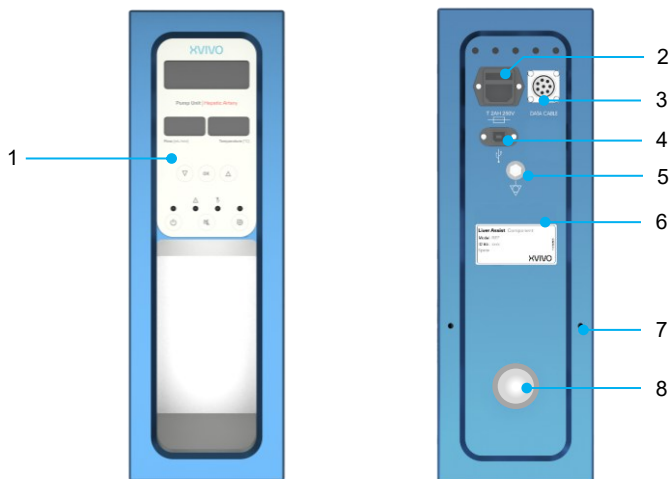
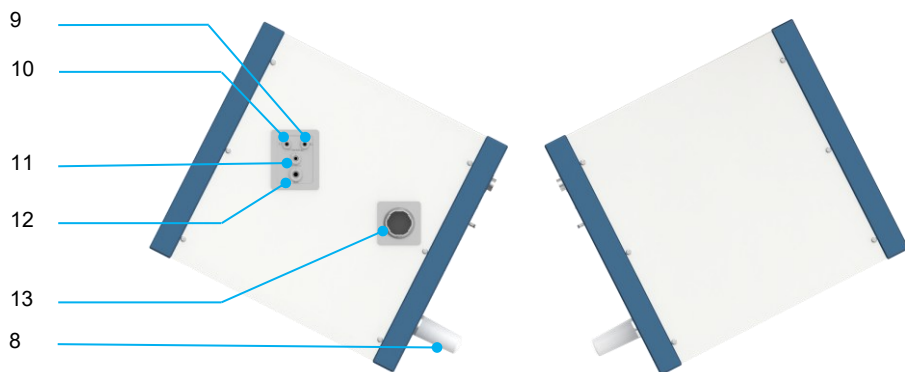

Figura 2 Vista anteriore e posteriore delle unità pompa
Figura 3 Vista laterale destra e sinistra delle unità pompa
Il Liver Assist è costituito da due unità pompa separate (Figura 2 e Figura 3). Un'unità pompa è utilizzata per la perfusione della vena porta (PV), mentre l'altra è utilizzata per la perfusione dell'arteria epatica (HA). L'unità pompa della vena porta (Figura 1, unità a destra) funziona in modalità continua con una pressione che può variare da 0 a 16 mmHg in base